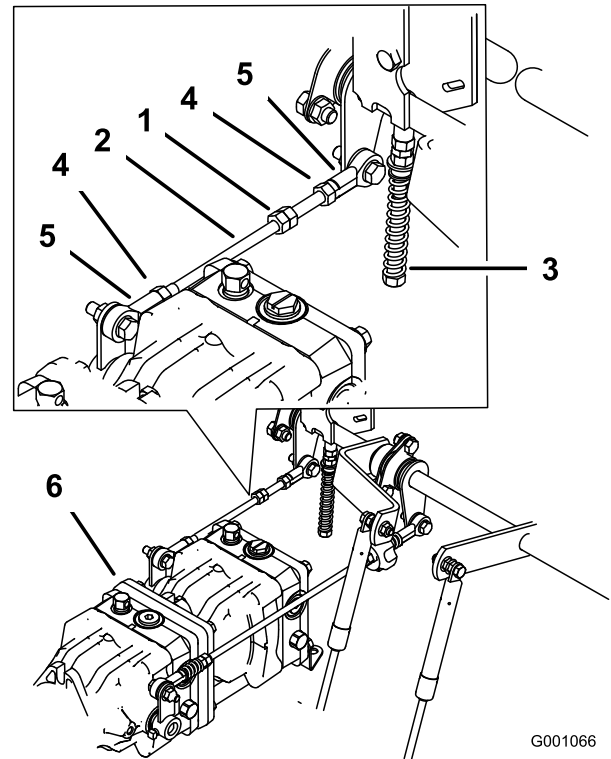

Bild 77
1. Lockern Sie die Sicherungsmuttern an den Kugelf Gelenken der Pumpsteuerungsstange (Bild 77).
3. Stellen Sie die Länge der Pumpstange ein, indem Sie die Doppelmuttern an der Stange so weit in die entsprechende Richtung drehen, bis das Rad stillsteht oder sich leicht zurückdreht (Bild 77).
6. Ziehen Sie die Klemmmuttern an den Kugelf Gelenken fest (Bild 77).